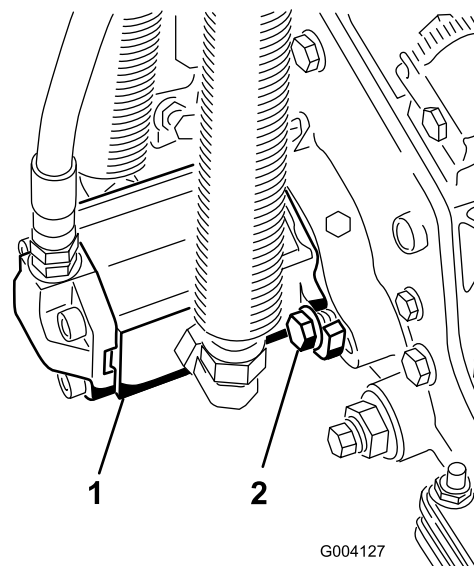

**Figure 19**
13. Fixez la chaîne du bras de relevage au support de la chaîne avec la goupille à fermoir (Figure 19). Utilisez le nombre de maillons mentionné dans le *Manuel de l'utilisateur* du plateau de coupe.